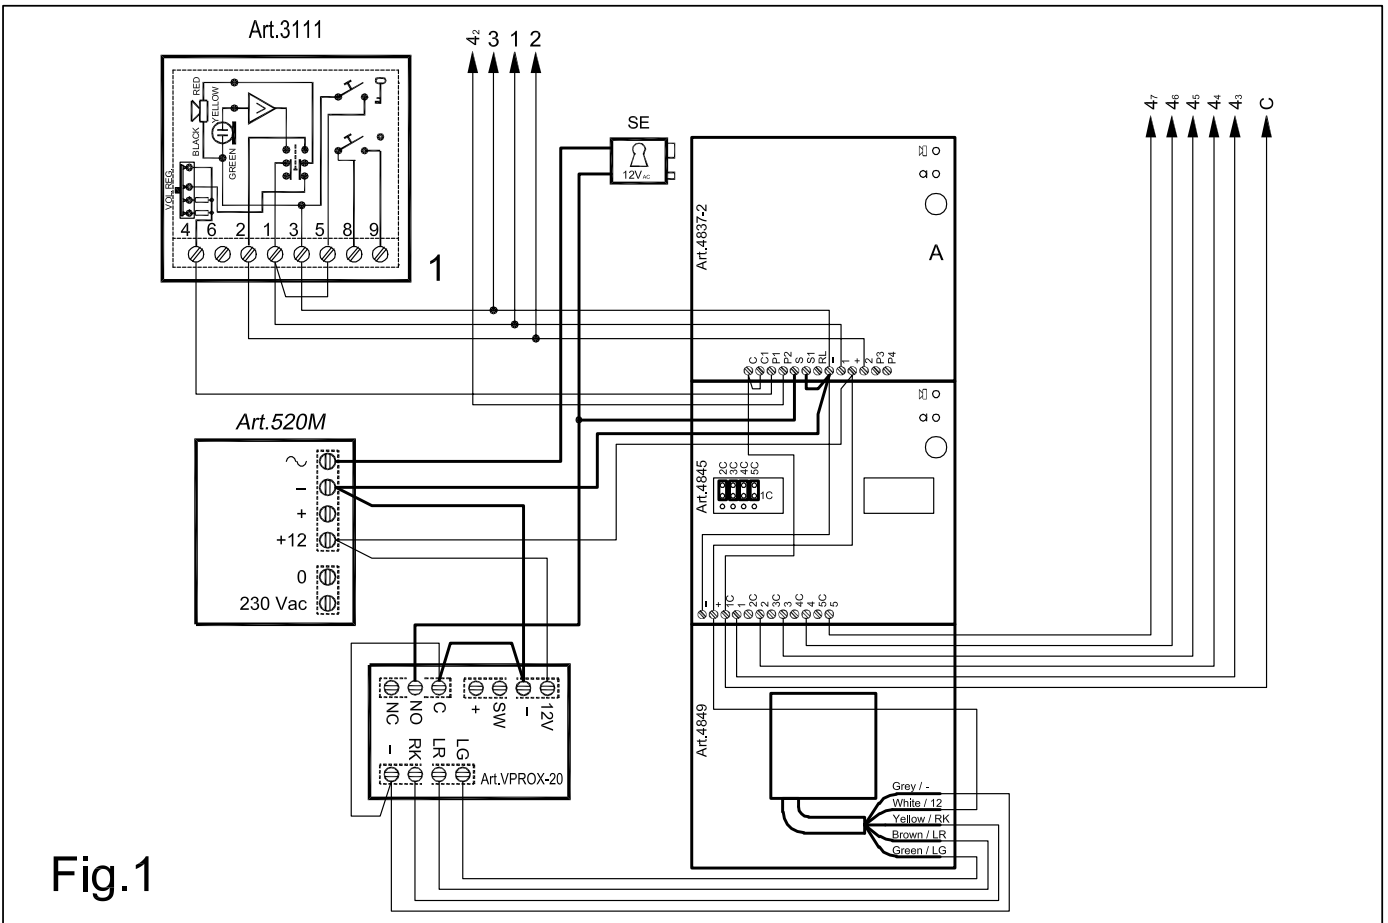

Fig. 1
- Installation of an extension sounder (see page 26 fig.1);
- Installation of a proximity key reader module to open the door using proximity keys (see page 44 fig.1);
- Installazione di una suoneria supplementare (vedi pag.26 fig.1);
- Installazione di un modulo lettore chiavi di prossimità codificate (vedi pag.44 fig.1);
1 ENTRANCE WITH PROXIMITY KEY READER AUDIO DOOR ENTRY SYSTEM FOR "20" USERS (FIG.1)
The figure 1 diagram shows the standard system on page 38 with the addition of an access control system (VproX) which works with coded proximity keys and the relevant reader module. The system works as that shown on page 38 with the additional possibility to open the door from the outside simply by moving the proximity key close to the reader. Each key must be programmed onto the vprox control unit: each key is given a sequential code. In event of key loss, individual key codes can be removed from the control unit memory. The security is assured by the 64bit coded keys and the serial communication between the reader and the control unit.
IMPIANTO CITOFONICO AD 1 INGRESSO PER "20" UTENTI, CON LETTORE DI CHIAVI DI PROSSIMITÀ (FIG.1)
Lo schema di Fig.1 mostra l'impianto di pagina 38 modificato per l'utilizzo in abbinamento ad un sistema di controllo accessi VproX (operante tramite chiavi di prossimità codificate). Il funzionamento è lo stesso dell'impianto base con l'aggiunta della possibilità di aprire la porta d'ingresso dall'esterno avvicinando la propria chiave al lettore di prossimità. Per rendere operative le chiavi occorre programmarle nella centrale di controllo: ad ogni chiave è associato un codice sequenziale. In caso di smarrimento di una chiave, è sufficiente rimuovere il relativo codice dalla centrale. La sicurezza è garantita dalle chiavi codificate a 64bit e dalla comunicazione seriale tra lettore e centrale di controllo.
The required items to make the installation are the same as the system on page 38 with the addition of the following for figure 1:
- Installation of a proximity key reader module to open the door using proximity keys (see page 52 fig.1);
- Installazione di un modulo lettore chiavi di prossimità codificate (vedi pag.52 fig.1);